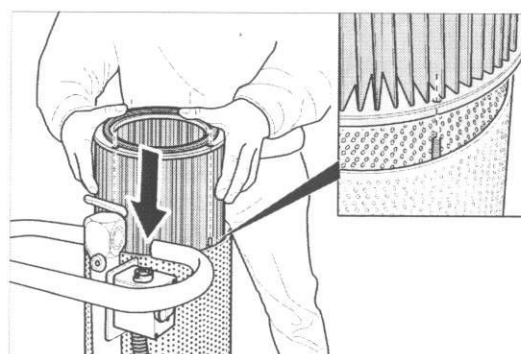

Fig. 30 Poussez le filtre par le haut sur les quatre boulons.
- 2 Poussez le filtre par le haut sur les quatre boulons. Veillez à ne pas endommager le filtre. Le système ne fonctionnerait autrement pas correctement (fig. 30).